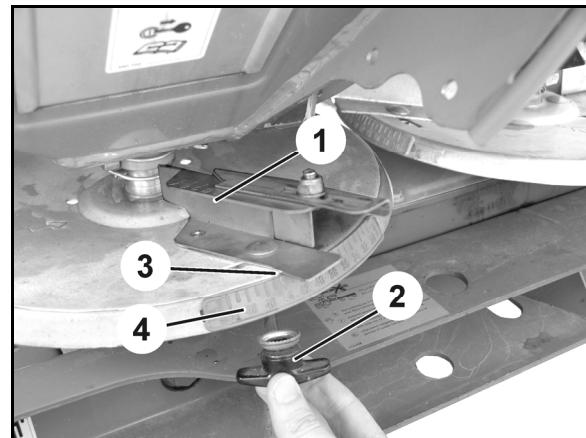

图 80
5. 借助翼形螺母 (图 80/2) 将边界撒肥片 (图 80/1) 安装到撒肥盘上。
6. 依据撒播表将读取边 (图 80/3)
设定在刻度盘 (图 80/4) 的数字
上并且重新拧紧翼形螺母 (图 80/2)。